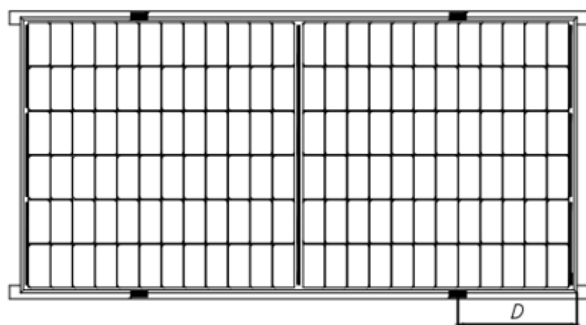
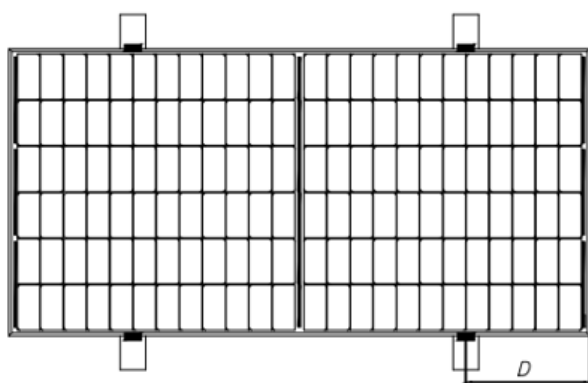
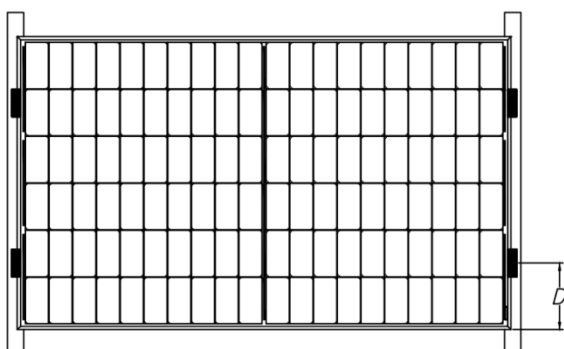
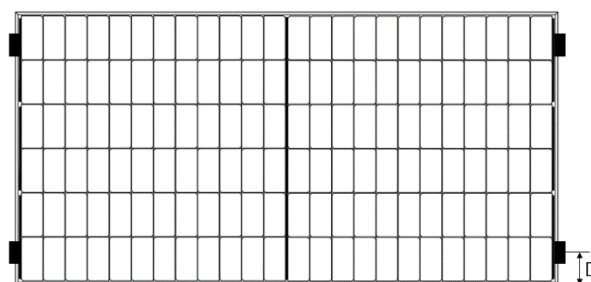

図 3 ガイドレールを長辺フレームに重ねる場合の取付
図 4 ガイドレールを長辺フレームに垂直にする場合の取付
図 5 ガイドレールを短辺フレームに重ねる場合の取付
図 6 短辺フレーム 4 点支持の取付
モジュールを設置する際には、図 3、図 4、図 5、図 6 に示すように、各モジュールを少なくとも 4 つのクランプで固定する必要があります。
- ⑨ モジュールが設置後に架台から脱落することを防ぐために、中間クランプ、エッジクランプ及びフレームの A 面に接触する面に柄溝構造のあるクランプを選ぶことをお勧めします。柄溝構造が 9 つぐらいで、隣り合っている柄溝の距離が約 1.2mm で、柄溝の深さが約 0.6mm をお勧めします。
- ⑩ 図 3 に示す設置方法の場合、モジュールの C 面とガイドレールのオーバーラップが $\geq 25\text{mm}$ とします。不適切なクランプや間違った設置方法を使うと、アストロエナジーの限定保証は無効となります。